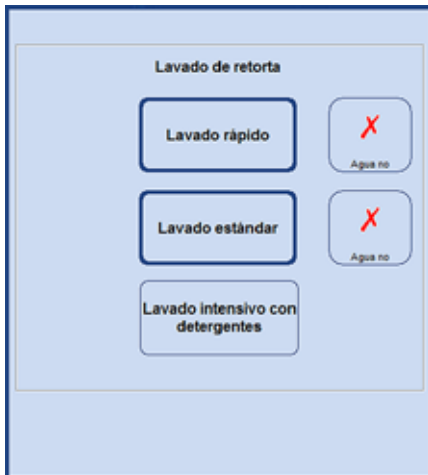

Fig. 220
- Para seleccionar el paso con agua, pulsar la tecla **AGUA SÍ/NO** para que aparezca una marca de verificación verde (fig. 218/219). El paso con agua siempre se ejecuta como tercer paso en un programa de lavado, es decir, no adicionalmente al programa de lavado mostrado en la fig. 220.